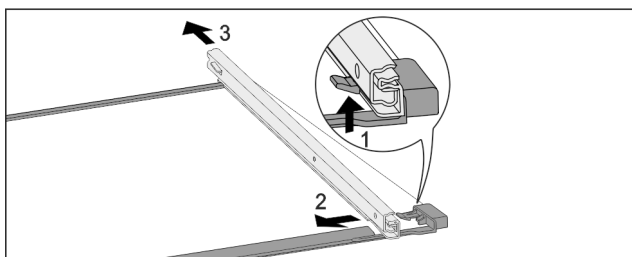

Fig. 71 Стеклянная пластина с направляющими
- ▶ Отожмите передний стопорный крючок вверх. Fig. 71 (1)
- ▶ Сдвиньте выдвижную направляющую в сторону Fig. 71 (2) и назад Fig. 71 (3).